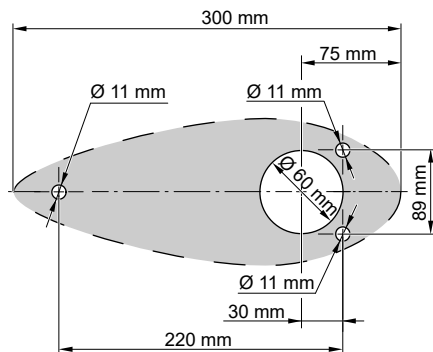

Fig. 8: Dimensioni
1. Realizzare quattro fori per il montaggio del pod nello scafo della barca, **vedi "Fig. 8: Dimensioni"**. Se necessario, utilizzare il blocco di compensazione montato come dima di foratura.
2. Inserire il blocco di compensazione (4) sulla flangia di montaggio (5).